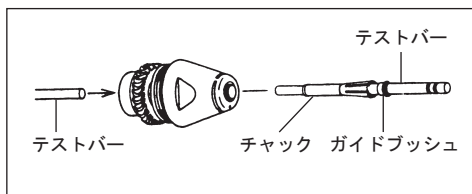

図12
- 3) ローター軸ナットを取り外したら、後部よりテストバーまたはバーのシャンク部によりチャックを慎重に押し出してください。ガイドブッシュそしてチャックが取り外せます。(図12)